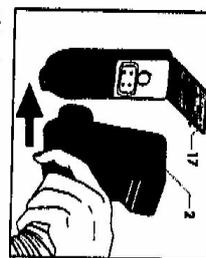

Abb. 11
- Nur den Schalter (A) einschalten;
- Den Schalter (22) am Handgriff drücken, um die Saugfunktion einzuschalten
- Das Gerät ist an der Rückseite mit einer Steckbuchse (17) für die Blaufunktion ausgestattet:
- Die Klappe der Steckbuchse (17) öffnen und den Schnellanschluss des Arbeitsschlauchs (2) in die seitliche Steckbuchse des Geräts stecken. Den Schnellanschluss fest hinein drücken (Abb. 11)
- Den Schalter (22) am Handgriff drücken, um die Blaufunktion einzuschalten